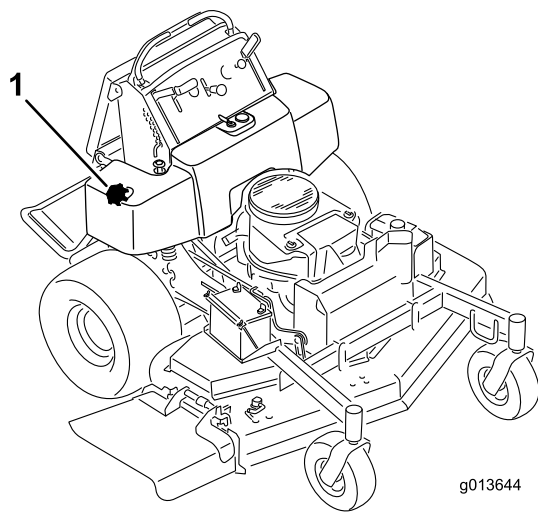

Figura 50
5. Usando la bomba tipo sifón, vacíe el combustible en un recipiente de combustible limpio (Figura 50).